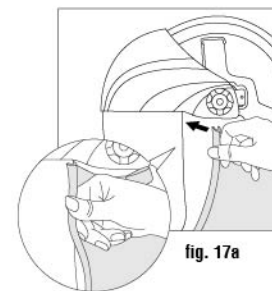

fig. 17a
Paso 1: Inserte la capa sellante en forma de U en el borde de la lente de la pantalla de protección facial. Presione con el pulgar el borde de la capa sellante para que se fije en la lente de la pantalla de protección facial (véase la fig. 17a).